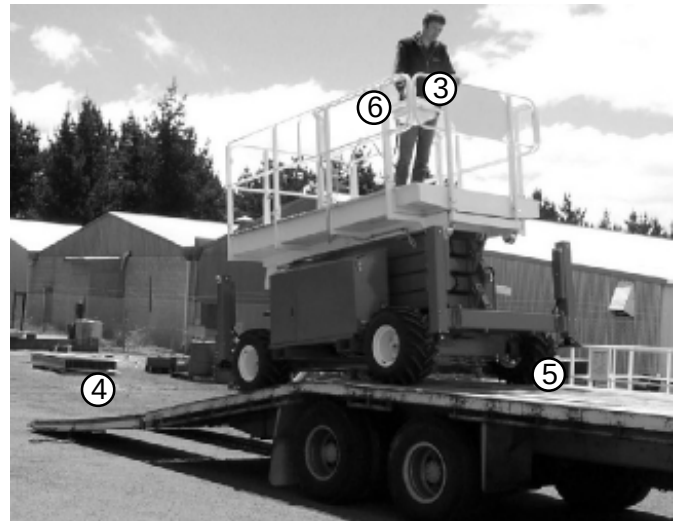

Fig. 10.4
6. Aktivera joysticken (3) och kör SR-maskinen rakt uppför ramperna (4) och upp på transportfordonet (5), (se fig. 10.4).
7. Då SR-maskinen är på plats på transportfordonet, tryck in **nödstoppsbrytaren** (6) (se fig. 10.4) på plattformens manöverbox.